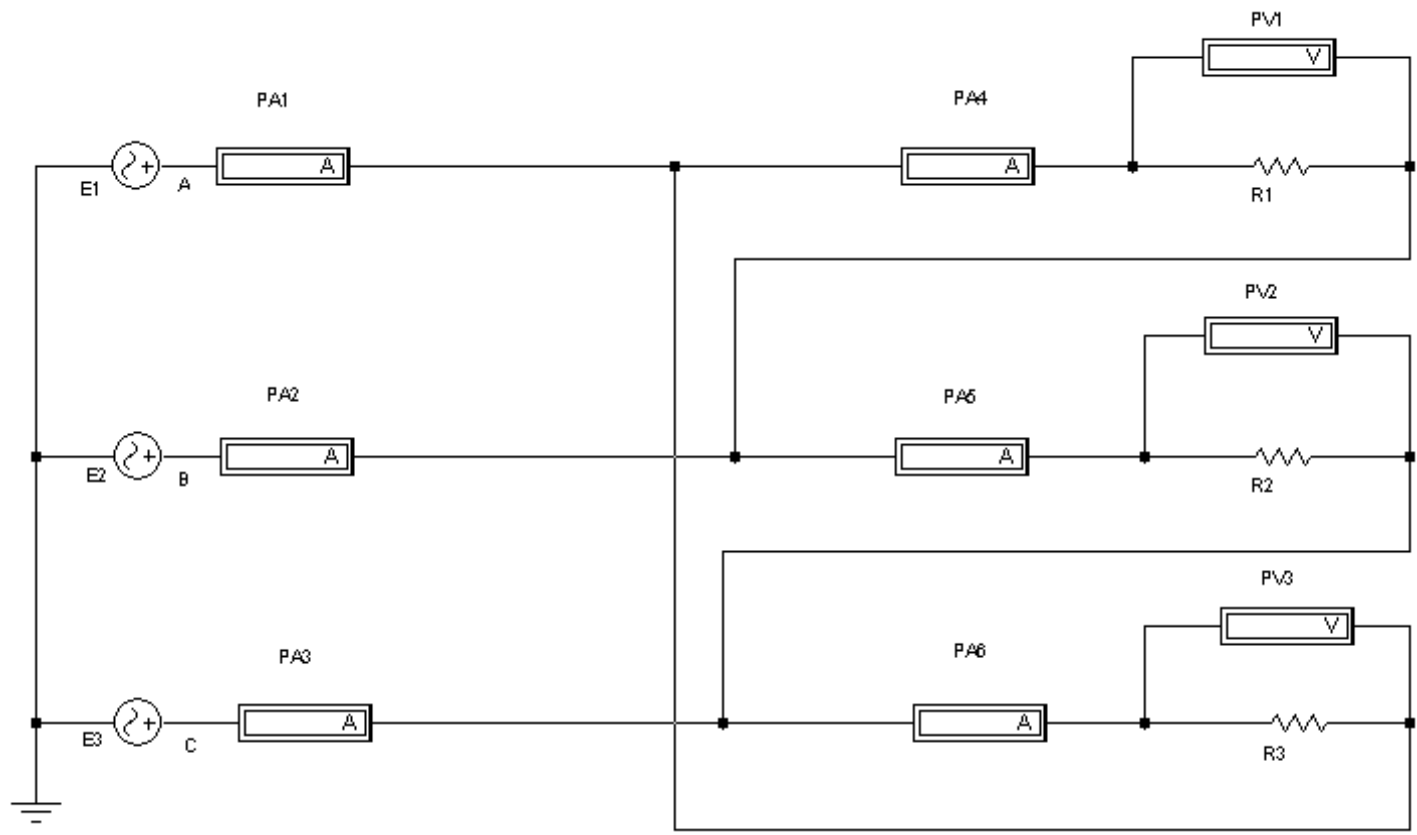

Рис. 7. Электрическая схема трехфазной цепи при соединении приемников треугольником
На рис. 7 показана электрическая схема лабораторной установки для исследования трехфазной цепи при соединении приемников треугольником.
1. Ознакомиться с электрической схемой, приборами и элементами (см. рис. 7). Изучить принципиальную схему электрической цепи.
1) собрать компьютерную модель схемы. Для этого, используя панель групп библиотеки компонентов и мышшь, поместить на рабочее поле программы *Electronics Workbench* модели элементов схемы и измерительных приборов. Из этих элементов собрать модель электрической схемы и подключенных к ней измерительных приборов в соответствии с рис. 7. Соединение элементов производится с помощью мыши;